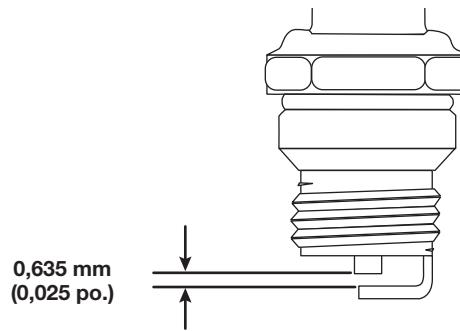

Fig. 17
- Utilisez une jauge d'épaisseur pour régler l'écartement à **0,635 mm (0,025 po.)** (Fig. 17).